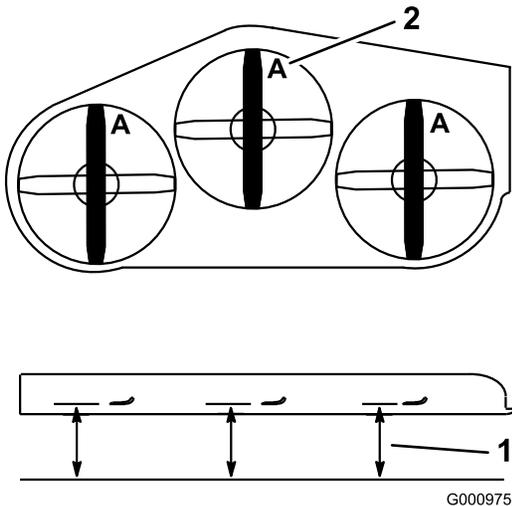

Figure 107
- Tournez les lames dans le sens longitudinal (Figure 107).
- Mesurez la distance entre la surface plane et le tranchant (position A) des lames (Figure 107).